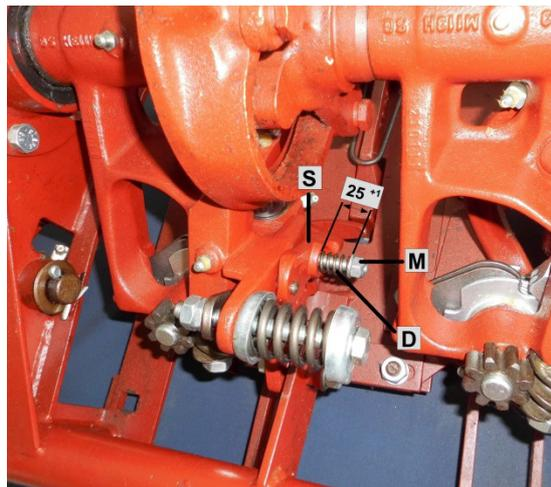

Abb. 4
a. Einstellung des Schließerdrucks (Abb. 4)